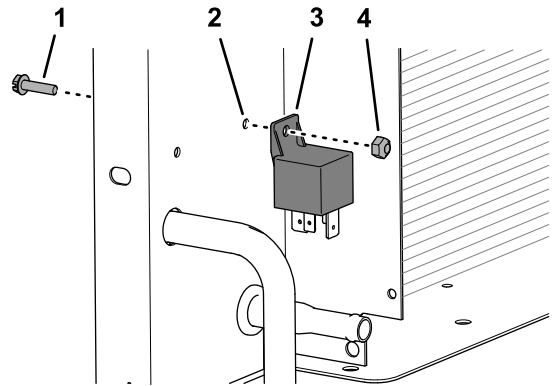

Figura 24
4. Retire el tornillo con arandela prensada (n.º 10/ x 3/4") y la contratuerca (n.º 10) que fijan el relé de las bujías al radiador y retire el relé (Figura 24).